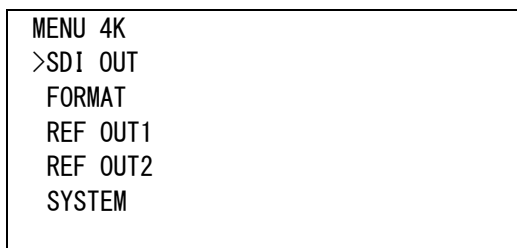

図4-93 オンスクリーンメニュー(4K MENU例)
- 1) 4Kオプションを実装し、DIPスイッチの2番をONにして起動すると図4-93のような設定メニューが表示されます。